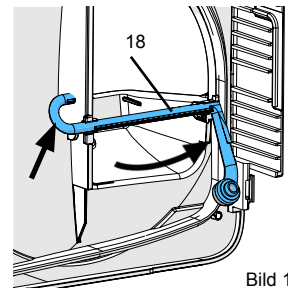

Bild 11
- Dra ut sprutröret bakåt (18) på den bockade sidan (bild 11).